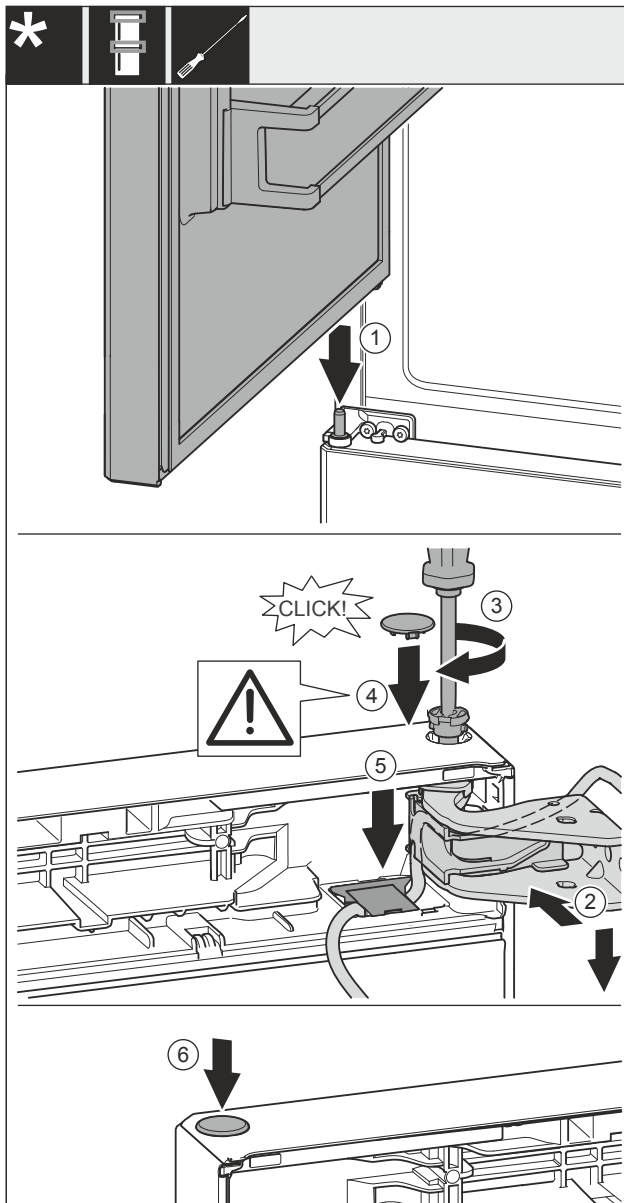

Fig. 51
- ▶ Obere Tür auf mittleren Lagerbolzen Fig. 51 (1) setzen.
- ▶ Tür oben zur Öffnung im Lagerbock Fig. 51 (2) ausrichten.
- ▶ Bolzen Fig. 51 (3) einsetzen und mit Schraubendreher festschrauben.
- ▶ Abdeckung Fig. 51 (4) einsetzen.
- ▶ Kontrollieren, dass die Abdeckung Fig. 51 (4) auf der Tür aufliegt.
- ▶ Abdeckung Fig. 51 (5) einsetzen und nach unten drücken bis sie einrastet.
- ▶ Abdeckung Fig. 51 (6) einsetzen.